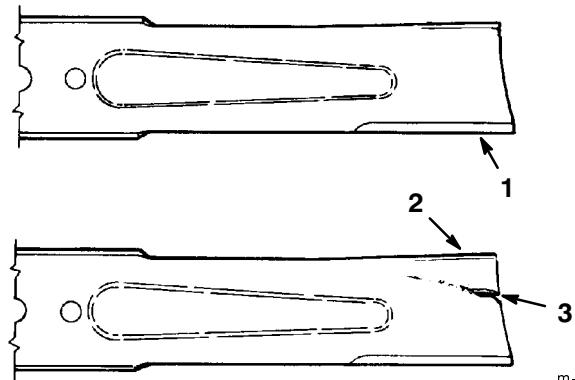

Figure 30
2. Inspecter les arêtes de coupe (Fig. 30). Si elles ne sont pas tranchantes ou si elles présentent des traces de coups, déposer la lame et l'aiguiser, voir Aiguisage de la lame, page 39.
3. Inspecter la lame, surtout à l'endroit de l'incurbation (Fig. 30). Si elle est endommagée ou usée ou s'il s'y forme une entaille (Fig. 30), la remplacer immédiatement.